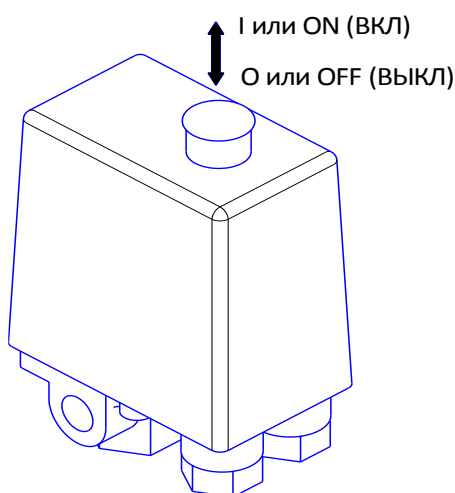

Рисунок 4
6.4.3 Подсоединение компрессора к воздушной сети необходимо выполнять через кран (поз. 11, рисунок 4).
- 1 Проверьте, чтобы выключатель на маностате находился в выключенном положении "O" или "OFF", в зависимости от исполнения (см. рисунок 4).
- 4 Включите компрессор выключателем на маностате. Для этого необходимо переключить выключатель в положение "I" или "ON", в зависимости от исполнения (см. рисунок 4).
- 1 Переключите выключатель на маностате в положение "O" или "OFF", в зависимости от исполнения (см. рисунок 4).